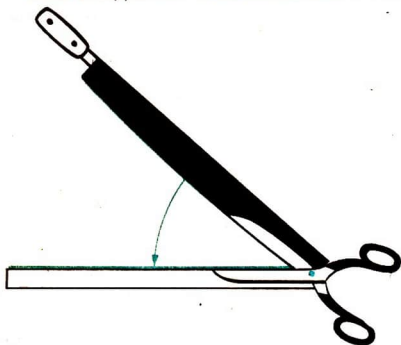

Bild 24/1 Schematische Darstellung von Schere und Handhebelschere
- Betrachte das Bild 24/1! Berichte, was du erkennst!